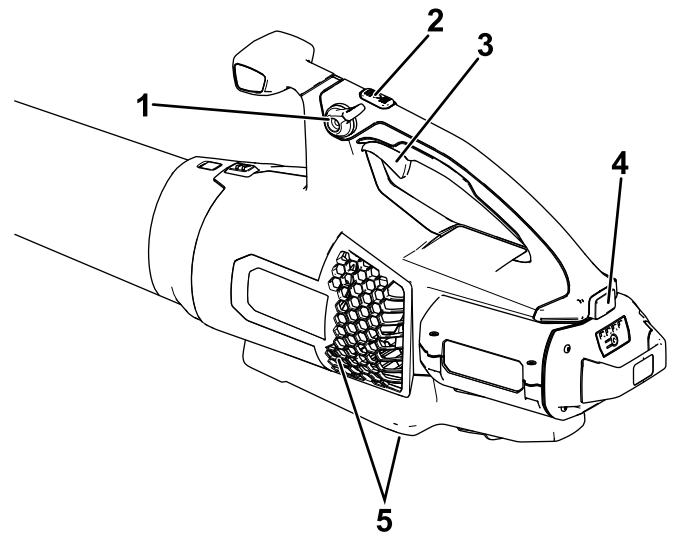

Figura 6
4. Para arrancar el soplador, apriete el gatillo de velocidad variable (Figura 6).
Nota: Active el bloqueo de velocidad para mantener la máquina encendida sin tener que apretar el gatillo de velocidad variable (Figura 6).
Para obtener el máximo rendimiento (velocidad de aire), presione a fondo el gatillo de velocidad variable, luego mantenga pulsado el botón de potencia turbo durante el tiempo deseado (Figura 6).
Para ajustar la velocidad del aire mientras sopla, utilice el gatillo de velocidad variable (Figura 6).
Para mantener la velocidad actual del aire, active el bloqueo de velocidad (Figura 6).
Para apagar el soplador, desactive el bloqueo de velocidad (si lo está usando) y suelte el gatillo de velocidad variable (Figura 6).